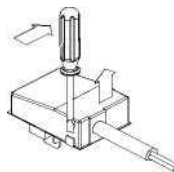

Abb. 10
- Відкрийте клемну колодку, **рис. 10**;